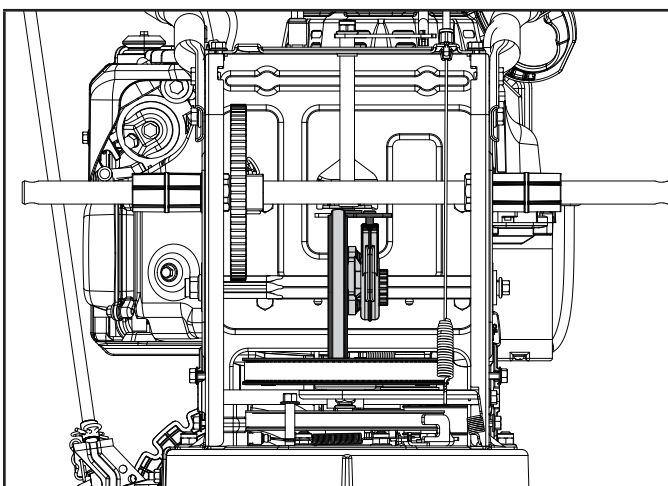

Figure 47
6. Retirez le disque de friction. (fig. 47)